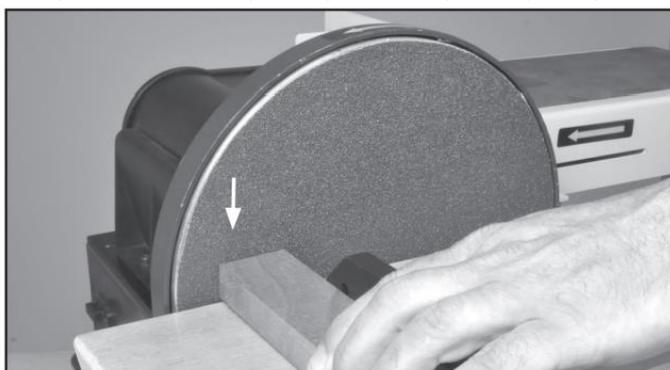

Рис. 26
При шлифовании всегда располагайте шлифовальный диск вращающейся стороной вниз (левой стороной) . Рис.26.
1. В зависимости от выполняемой работы, установите рабочий стол шлифовального диска под нужным углом от 45° до 90°. Рис. 26, 27.
Или шлифуйте заготовку с левой стороны от центра шлифовального диска. Рис. 26 и 28